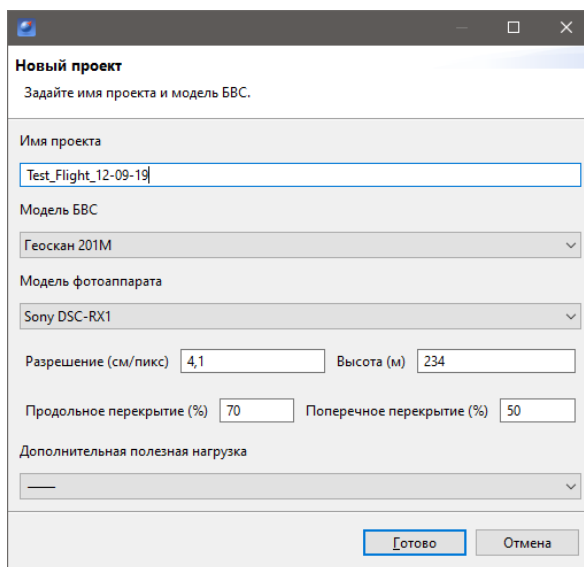

Рис. 40: Создание нового проекта полетного задания
2. В появившемся окне создания нового проекта полетного задания (рис. 40) укажите **Имя проекта**, **Модель БВС** и **Модель фотоаппарата**.